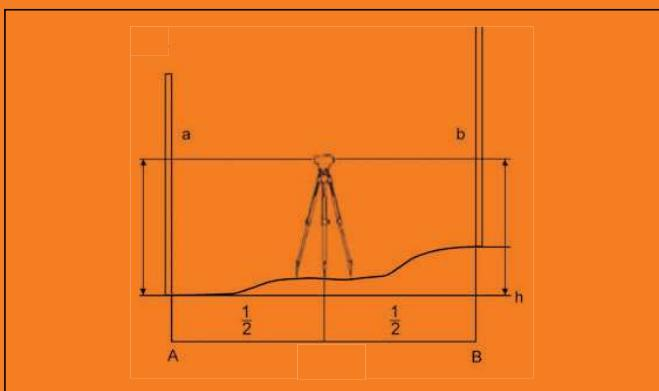

РИСУНОК 13
1. Установите прибор приблизительно посередине между точками А и В (Рис.13).